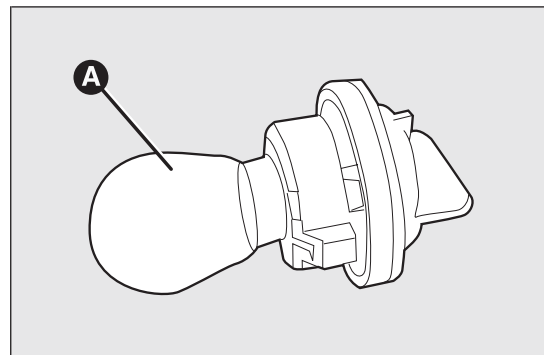

fig. 155
- estrarre la lampada A fig. 155 e sostituirla;